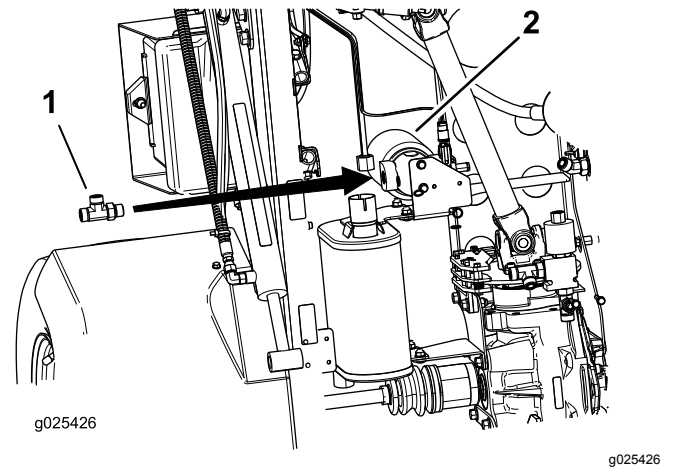

Figura 15
2. Instale o encaixe com anéis de retenção (Figura 15).